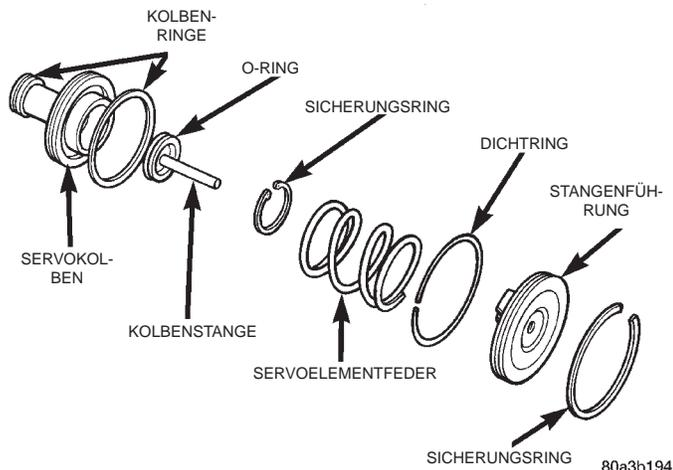

Abb. 116 Vorderes Servoelement
(1) Dichtring von der Stangenführung abnehmen (Abb. 116).
(1) Neuen O-Ring und Dichtring mit Vaseline schmieren und auf Kolben, Führung und Stange anbringen.
(2) Stange in Kolben einbauen. Feder und Unterlegscheibe an Stange anbringen. Feder zusammendrücken und Sicherungsring montieren (Abb. 116).